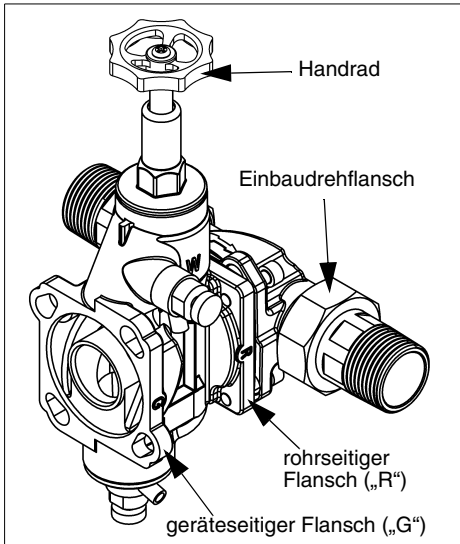

Abb. 5: Umgehungsventil (JQX)
- Das Umgehungsventil auf der mit dem eingegossenen Buchstaben „R“ (Rohr) gekennzeichneten Flanschseite mit dem Einbaudrehflansch durch Einrasten des Bajonetts verbinden (siehe Abb. 5).